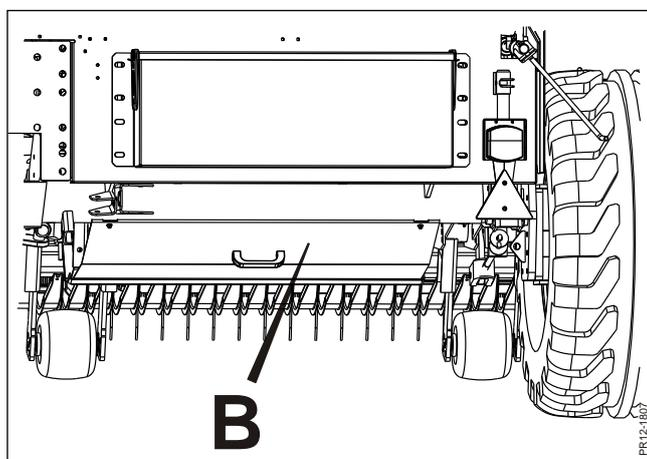

Fig. 4-14
**Fig. 4-14** Se puede montar una placa inferior **B** bajo la zona de los rodillos. Esta placa se monta para trabajar con cultivos secos o cortos con el objetivo de evitar que se desperdicie producto debajo de los rodillos.